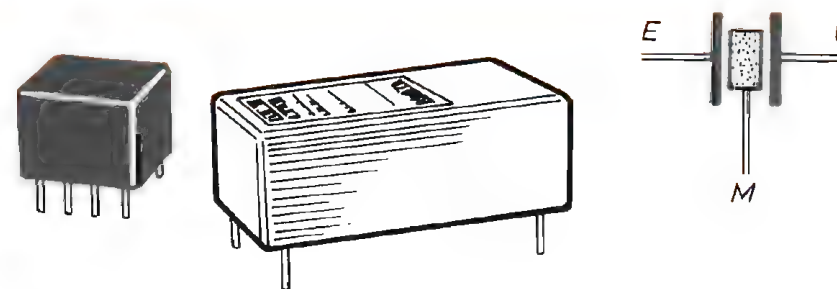

Fig. 8 - Sulla destra è disegnato il simbolo elettrico del filtro ceramico, sulla sinistra sono riportati alcuni modelli di filtri ceramici di tipo commerciale.
**Fig. 8 - Questa foto riproduce quasi tutta la parte costruttiva del ricevitore ad onde corte realizzato, quale prototipo, dai nostri tecnici. In particolare è ben evidenziata la zona posteriore del pannello frontale dell'apparecchio.**